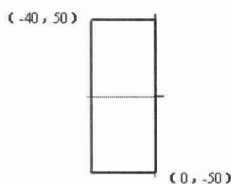

图1-8
- (1) 按 **[F9]** 键, 在绘图区中间出现一个十字线, 即为工件设计坐标系。
- (2) 选取命令菜单 **【绘图】/【矩形】**, 输入左上方端点坐标 $(-40, 50, 0)$, 再输入右下方端点坐标 $(0, -50, 0)$, 结果如图 1-8 所示。